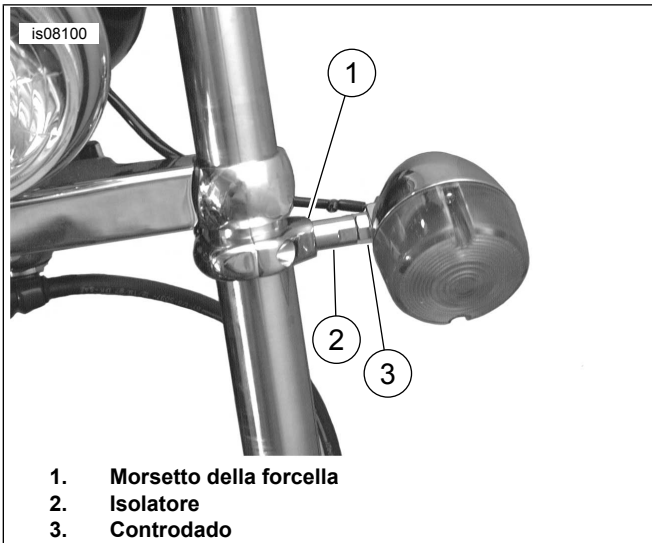

Figura 1. Indicatore di direzione installato
3. Vedere Figura 1. Inserire gli isolatori con i controdadi nei gusci delle luci.